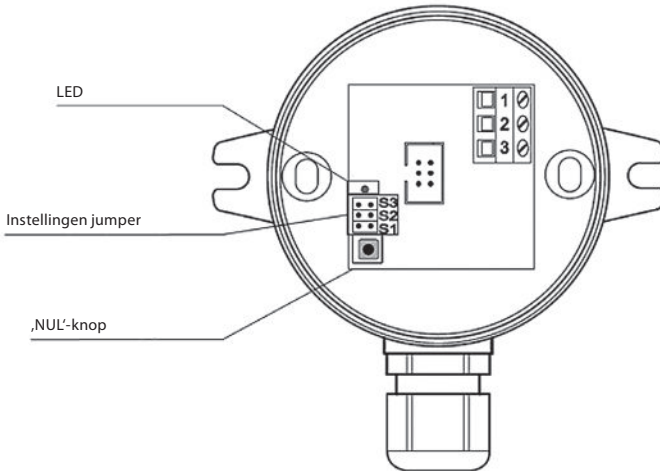

Fig. 4. Instellingen van druksensoren
5. Als het luchtdebiet van de bedrijfseenheid zijn nominale waarde (100%) bereikt, moet de spanning (DC) tussen 2 en 3 contactpunten van de druksensoren (zie Fig. 4) met een digitale multimeter worden gemeten. De spanning moet binnen het bereik van 3 ... 9 V (aanbevolen – 6V) liggen. Als de spanning buiten bereik is, moet met de jumpers een ander drukbereik worden gekozen.